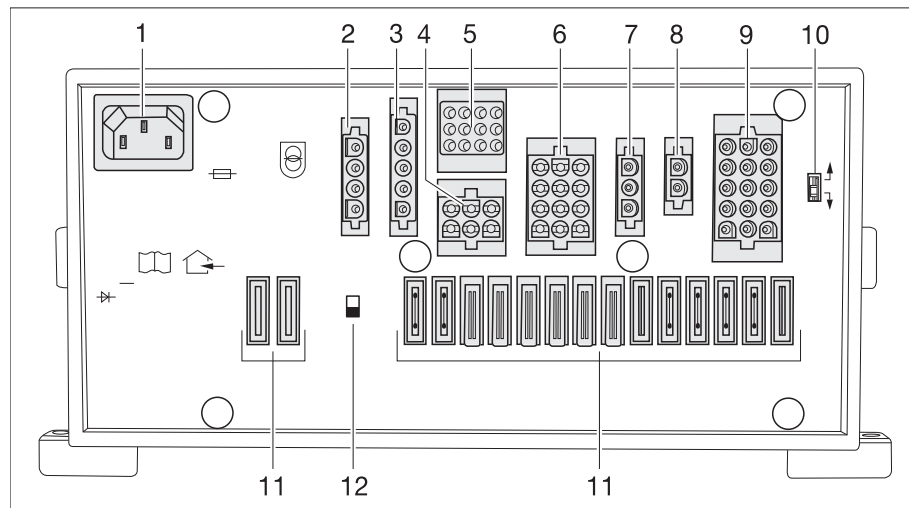

Fig. 221 Bloque eléctrico (EBL 119)
- ▷ El separador de batería (Fig. 221,12) desconecta todos los consumidores que están conectados al bloque eléctrico, de la fuente de alimentación 12 V.
- ▶ Si el selector de batería (Fig. 221,10) está mal ajustado se puede formar gas detonante. ¡Peligro de explosión!
En el selector de batería (Fig. 221,10), el módulo de carga en el bloque eléctrico se puede ajustar al tipo de batería del habitáculo montada en el vehículo ("plomo-gel", "plomo-ácido" o AGM).